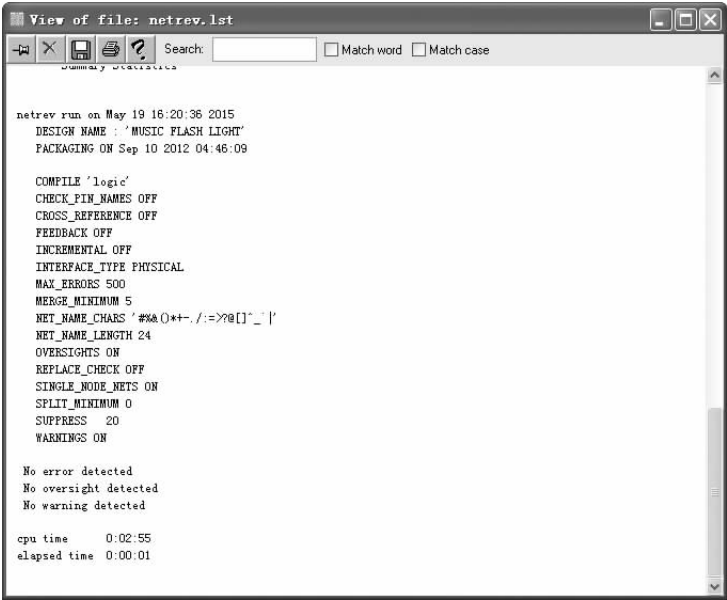

图 12-89 网络表的日志文件
4) 选择菜单栏中的“Files (文件)”→“Viewlog (查看日志)”命令，同样可以打开如图 12-89 所示的窗口，查看网络表的日志文件。